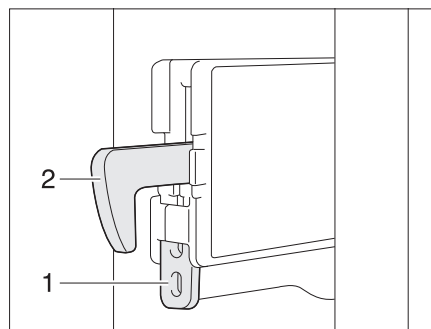

Fig. 231 Fissaggio del gancio di bloccaggio
- Spingere il dispositivo di fissaggio (Fig. 231,1) verso l'alto. Spingere il gancio di bloccaggio (Fig. 231,2) verso l'alto, disinserendolo.
- Spingere il gancio di bloccaggio (Fig. 231,2) verso il basso. Il gancio di bloccaggio è di nuovo inserito.